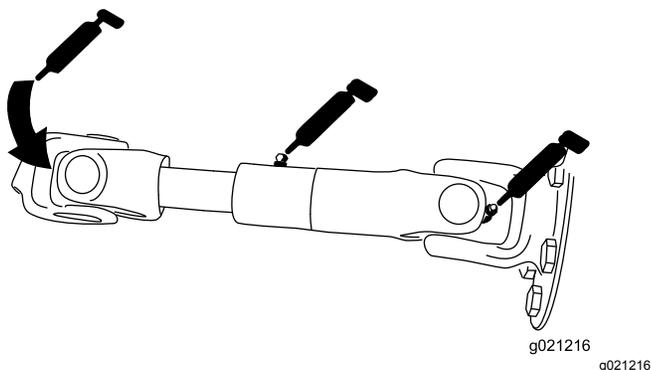

Figure 72
- Arbre d'entraînement de pompe (3) (Figure 72)